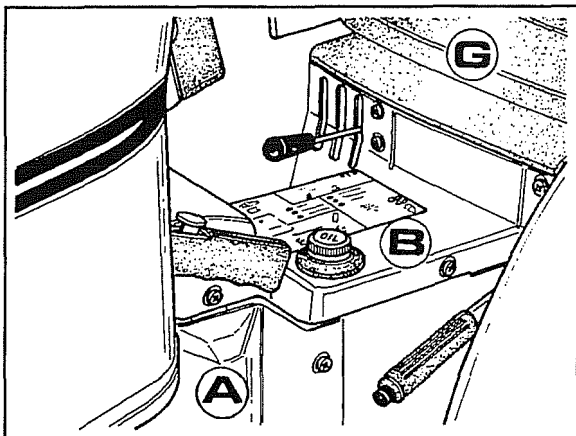

Fig. 8
1. Togliere il sedile **G**, la protezione centrale **B**, il fianchetto **A** più quello sul lato opposto come mostra la fig. 8.